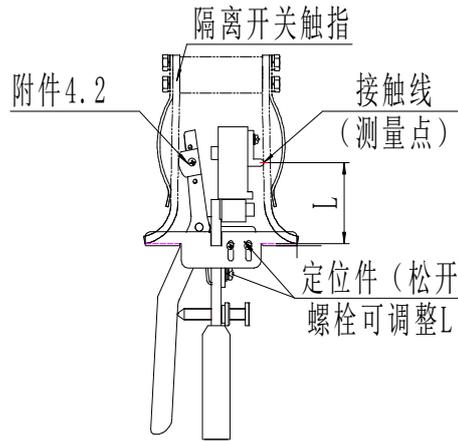
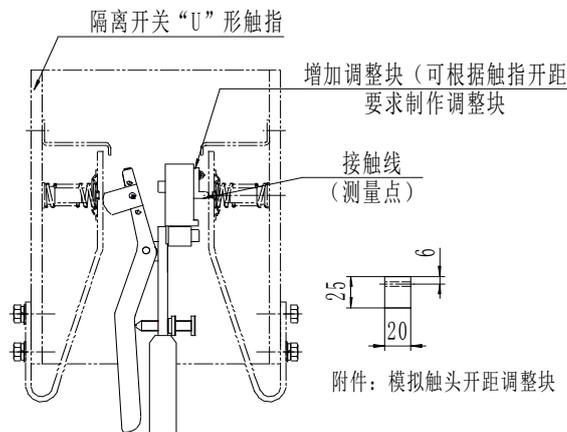

图 8 转入式触头隔离开关压力测量示意图(如 GW4、GW5 系列)
图 9 转入式“U”形触头隔离开关压力测量示意图 (如 GW7B-252)
4.1.4 图 4 是用于 GW4、GW5、GW7 等转入式隔离开关模拟触头的调整，装上附件 4.1（4.1 用于触头宽度 58-70mm 的刀闸，4.2 用于触头宽度 70-83mm 的刀闸），将卡尺锁定在 a 上，卡住模拟触头，再缓慢调节螺栓 S ，调好后锁紧螺母 N 。测量示意图见图 8、图 9。
4.4.4 图 8 是触头转入式隔离开关 (GW4-40.5/126、GW5-40.5/126 等型号) 触指压力测量示意图, 为了测量准确和方便, 可装配定位件 6, 它能上下和前后定位。将测试头对准接触线后, 调整固定定位件的螺栓, 使触指尖到接触线的距离等于 L。
4.4.5 图 9 是触头转入式隔离开关 (GW4-252、GW7-252 等型号) 触指压力测量示意图, 由于测量点触指端部较远, 不能装配定位件。
一、转入式隔离开关触指接触压力的测量（如 GW4、GW5 型隔离开关），按图 8、9 要求更换测量附件